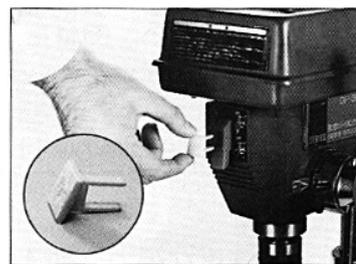

図13-1
- (1) 本機は安全のため、スイッチキー方式を採用しています。スイッチがOFFでプラグがコンセントから抜いてあることを確認してから⑳スイッチキーを差し込んで下さい。図13-1